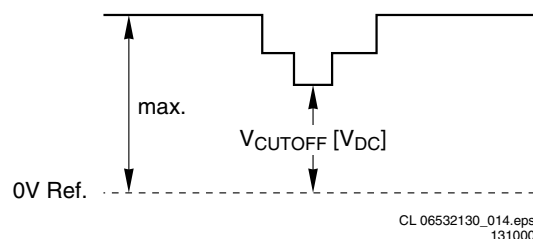

Figure 8-2
9. Mesurez l'impulsion de coupure durant la première ligne complète après la suppression de l'image (voir Fig. 8-2). Vous pouvez voir deux impulsions, une étant l'impulsion de coupure et l'autre étant l'impulsion d'excitation du blanc. Sélectionnez celle présentant la valeur la plus basse, il s'agit de l'impulsion de coupure.